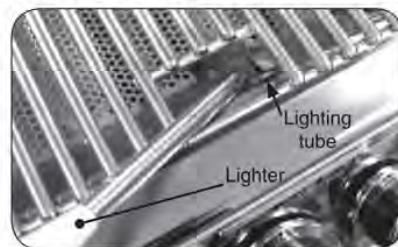

Fig. 22-2 - Éclairage manuel
2. Passez un allumeur brûlant de butane de long-baril ou une allumette brûlante de long-tige dans les grilles à cuire au dessus du tube d'éclairage. (Fig. 22-2). Pour des backburners, tenez la flamme contre le matériel perforé du backburner. Pour des sideburners, tenez la flamme contre le brûleur.
RAPPELEZ-VOUS: POUR L'ÉCLAIRAGE MANUEL SÛR, PLACEZ Un ALLUMEUR BRÛLANT D'ALLUMETTE OU De BUTANE PRÈS Du BRÛLEUR - ALLUMEZ ALORS Le GAZ (voyez Fig. 22-2).